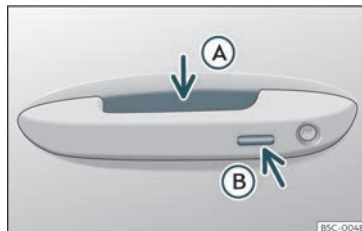

Fig. 73 Manípulo da porta: superfícies sensoras
»» Fig. 73
- Empurre o manípulo de uma das portas dianteiras. Ao fazê-lo, toca-se na superfície sensora >>> **Fig. 73 (A)** (seta) do manípulo e destranca-se o veículo.
- Toque *uma vez* na superfície sensora de bloqueio»» **Fig. 73** **B** (seta) do manípulo de uma das portas dianteiras. A porta cujo manípulo se aciona deverá estar fechada.
- Toque *uma vez* na superfície sensora »» **Fig. 73** **B** (seta) do manípulo de uma das portas dianteiras. O veículo é trancado com o sistema de segurança «Safe»»» Página 103. A porta cujo manípulo se aciona deverá estar fechada.
- Toque *duas vezes* na superfície sensora »» **Fig. 73** **B** (seta) do manípulo de uma das portas dianteiras para trancar o veículo sem
- Pressione o botão de fecho  do comando à distância e toque uma vez, dentro dos 5 segundos seguintes, na superfície sensora de bloqueio do manípulo da porta do condutor »» **Fig. 73** **B**. Não agarre o manípulo da porta, caso contrário o veículo não trancará. Também é possível levar a cabo a
Para **fechar com a função de conforto** todas as janelas elétricas e o teto de vidro, mantenha um dedo durante uns segundos sobre a superfície sensora de bloqueio >>> **Fig. 73 B** (seta) do manípulo da porta até que as janelas e o teto se tenham fechado.
As superfícies sensoras dos manípulos das portas poderiam ativar-se ao receber um jato de água ou de vapor a grande pressão, caso existisse alguma chave do veículo válida na zona próxima. Se, pelo menos, uma das janelas com acionamento elétrico estiver aberta e se se ativar a superfície sensora >>> **Fig. 73 B** (seta) de um dos manípulos de forma permanente, fechar-se-ão todas as janelas.
- **OU:** toque *duas vezes* na superfície sensora situada na parte exterior do manípulo da porta »» **Fig. 73 (B)**.